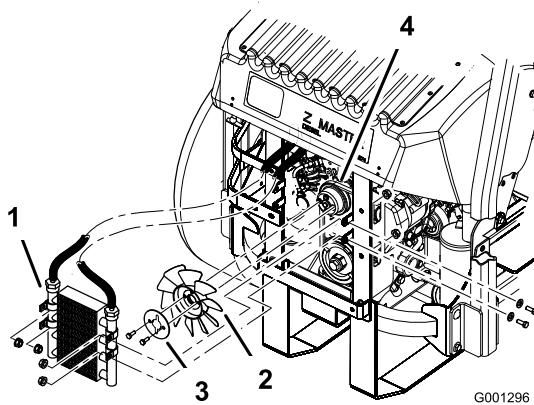

Figura 65
- Togliete i quattro bulloni che fissano il radiatore dell'olio, e mettete il radiatore dell'olio da un lato (Figura 65).
- Togliete i due bulloni che fissano la ventola e la relativa piastra alla macchina (Figura 65).
- Montate la ventola e la relativa piastra con i due bulloni tolti in precedenza (Figura 65).
- Montate il radiatore dell'olio con i quattro bulloni tolti in precedenza (Figura 65).